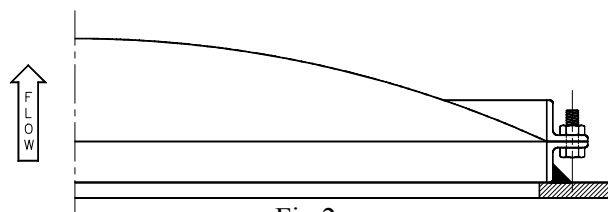

Fig 2.
- 2 Leg het been van de inlaatopening van het veiligheidsframe tegen de buitenzijde van het vat. Hechtlas lichtjes; net voldoende om het frame op zijn plaats te houden. Zie FIG 2.